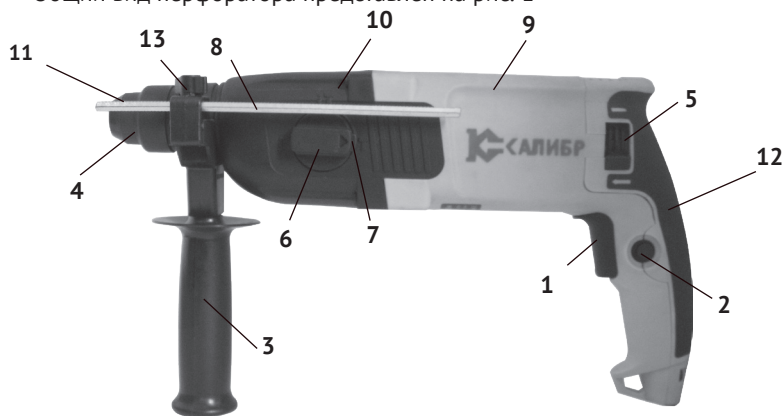

рис.1
1.3 Перфоратор состоит из горизонтально расположенного коллекторного двигателя в пластиковом корпусе (рис.1 поз.9), выполненном заодно с рукояткой. В крышке корпуса (рис.1 поз.12) расположен щёткодержатель в сборе. Рычагом переключателя реверса (рис.1 поз.5), меняя расположение щёток, направление вращения якоря меняется на противоположное. К корпусу двигателя крепится корпус редуктора (рис.1 поз.10), в котором расположен механизм, передающий вращательное и возвратно-поступательное движение на рабочий инструмент. Крутящий момент с якоря электродвигателя через шестерни, передаётся на ствол с патроном SDS – plus (рис.1 поз.4), расположенный соосно с двигателем. Тип ударного механизма перфоратора - электропневматический. Эксцентриковый подшипник преобразует вращательное движение якоря в возвратно-поступательное движение поршня. С поршня ударник передаёт энергию удара на ствол с
патроном SDS – plus. На корпусе редуктора слева расположен переключатель режимов (рис.1 поз.6) с фиксатором (рис.1 поз.7) в трёх режимах: «сверление» /«сверление с ударом» / «удар».
В зависимости от вида выполняемой работы, в патрон SDS – plus вставляется необходимая насадка (пика, долото, сверло) с соответствующим хвостовиком, или переходник SDS-plus/сверлильный патрон для установки сверлильного патрона, если необходимо работать в режиме «сверление». Дополнительная рукоятка (рис.1 поз.3) хомутом крепится на корпусе редуктора (рис.1 поз.10). Фиксируется рукоятка, закручиванием по часовой стрелке, в любом положении (от 0° до 360°), что удобно пользователю, как «правше», так и «левше».
В отверстие левой части суппорта рукоятки вставляется, при необходимости, стержень-ограничитель глубины сверления (рис.1 поз.8). Он фиксируется в выбранном положении винтом-барашком (рис.1 поз.13).
1.4 Клавиша выключателя (рис.1 поз.1) расположена в передней части рукоятки. Включение/отключение инструмента осуществляется нажатием на клавишу выключателя. Силой, приложенной к клавише, регулируется число оборотов и частота ударов перфоратора. Нажатием кнопки (рис.1 поз.2), клавиша фиксируется в рабочем положении с максимальным числом оборотов (максимальной частотой ударов). При повторном нажатии на клавишу, она и кнопка фиксации (со щелчком), возвращаются в исходное положение – выключено.
Общий вид перфоратора представлен на рис. 1
При замене рабочих насадок следите за тем, чтобы колпачок (рис.1 поз.11), защищающий патрон от попадания пыли, не был повреждён.
- ослабив винт-барашек (рис.1 поз.13), освободить отверстие в суппорте рукоятки для установки стержня (рис.1 поз.8);
- вставить стержень фиксации глубины сверления (рис.1 поз.8) в отверстие;
- фиксация клавиши в рабочем положении осуществляется нажатием на кнопку (рис.1 поз.2);
Нажав кнопку (рис.1 поз.7) в верхней части рукоятки (рис.1 поз.6), начните поворот к режиму с нужным условным знаком, приведённым ниже. Отпустите кнопку фиксатора. При достижении выбранного положения, рукоятка зафиксируется, а кнопка фиксации (со щелчком) вернётся в исходное положение.
- при работе в режиме сверление без удара, переключатель (рис.1 поз.6) установить в положении «сверло». При этом режиме перфоратор может работать с патроном SDS – plus, но, как правило, устанавливается ключевой патрон;
- при работе в режиме сверление с ударом, переключатель (рис.1 поз.6) в положении «сверло с молотком»;
- при работе в режиме долбление, переключатель (рис.1 поз.6) в положении «молоток».
В верхней части крышки двигателя (с обеих сторон) расположен рычаг переключения реверса (рис.1 поз.5). На крышке стрелками указано направление вращения. Реверс используется при заклинивании рабочего инструмента и при вывинчивании винтов или шурупов.
3.2 Для замены щёток необходимо открутить и снять крышку двигателя (рис.1 поз.12). Щётки следует заменять парой для обеспечения равной степени их давления на коллектор якоря.